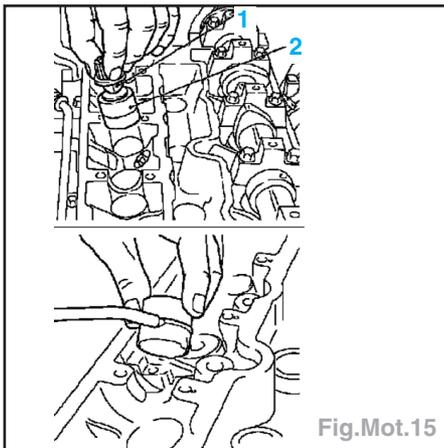

Fig.Mot.15
- Déposer les poussoirs hydrauliques (2) à l'aide de l'outil KM-845 (1) en repérant leurs positions pour la repose (Fig.Mot.15).
- le carter de filtre à air (3), le flexible de dépression du régulateur de pression de carburant (5), le flexible d'aspiration d'air (6), le flexible de reniflard de carter (7), la fiche de faisceau de câbles de capteur de température d'air d'admission (8), déclipser la valve de ventilation du réservoir (1) avec la conduite (4), le faisceau de câbles de valve de ventilation du réservoir (2), la vis de fixation (10) et le carter de filtre à air avec le flexible d'air (9) (Fig.Mot.15).